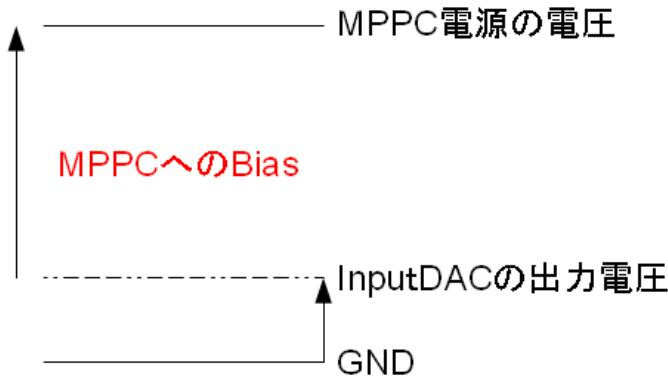

図 7.8: Input8bitDAC の概念図
電圧を乗せるので、図 7.8 の様に MPPC bias との差を縮める事でバイアスを調整する。設定したい値を 0 とした時 InputDAC からの出力は最大となり MPPC へのバイアスは最も小さくなる。逆に設定したい値を 255 とした時 InputDAC からの出力は最小となり、HV 電源の電圧がそのまま MPPC へ印加される。デフォルトでは Input8bitDAC の外部参照電源を使っているため、0 (256) で 4.5V が出力されており、255 (511) でほぼ 0V が出力されることになる。